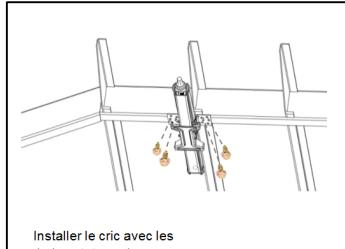

Figure 3
8. Repositionner le cric et installer les quatre vis autotaraudeuses de 3/8 x 1 po, comme le montre la **Figure 3**. Bien serrer les vis.